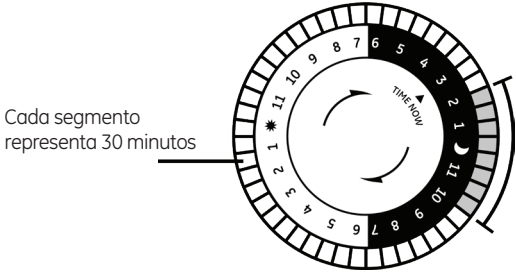

FIG 5
- Los segmentos alrededor del borde externo de la esfera del temporizador representan 30 minutos y pueden ser hundidos usando su dedo o la punta de un lápiz. Los segmentos pueden levantarse manualmente de manera fácil. Posición levantada = APAGADO, posición hundida = ENCENDIDO. Luego, hunda TODOS los segmentos que recaigan sobre o dentro de ese periodo [FIG 5].